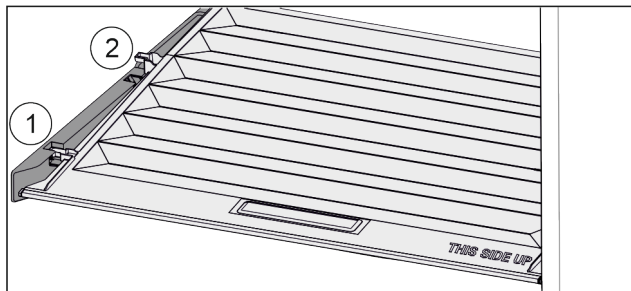

Fig. 150
- ▶ Trageți capacul în față Fig. 150 (1) până la orificiul din piesele suportului.
- ▶ Ridicați în spate de jos și scoateți Fig. 150 (2) în sus.